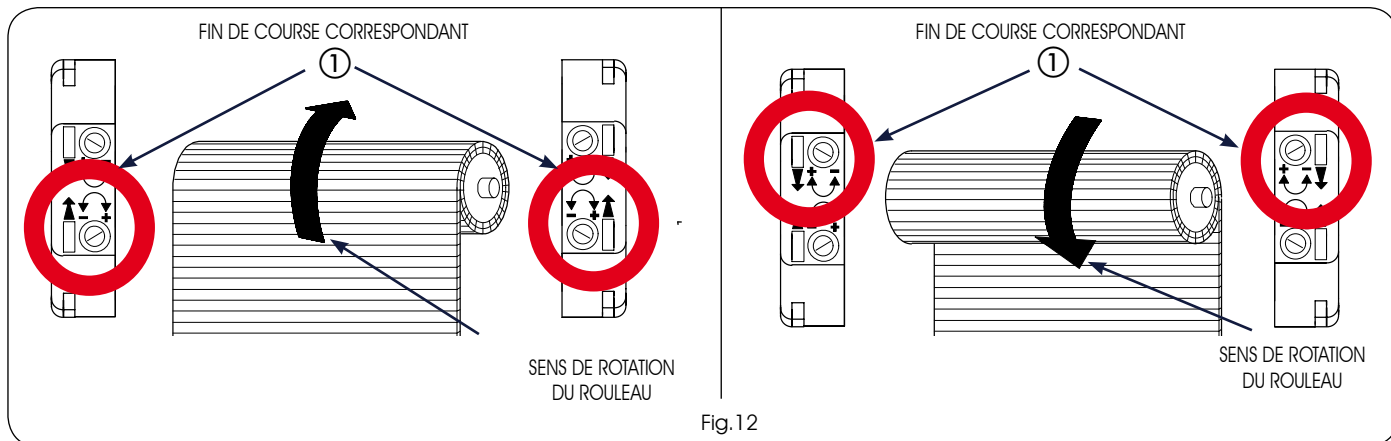

Fig.12
2) Avec l'outil de réglage (Fig.1 réf.⑤), tourner la vis du fin de course correspondant au sens de rotation de descente du rouleau (Fig.12 réf.①), vers le signe plus (+) pour augmenter la course du rideau à enroulement, vers le signe moins (-) pour la diminuer.